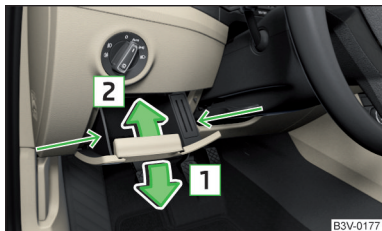

Abb. 266
- Das Ablagefach seitlich im Bereich der Pfeile fassen » Abb. 266.